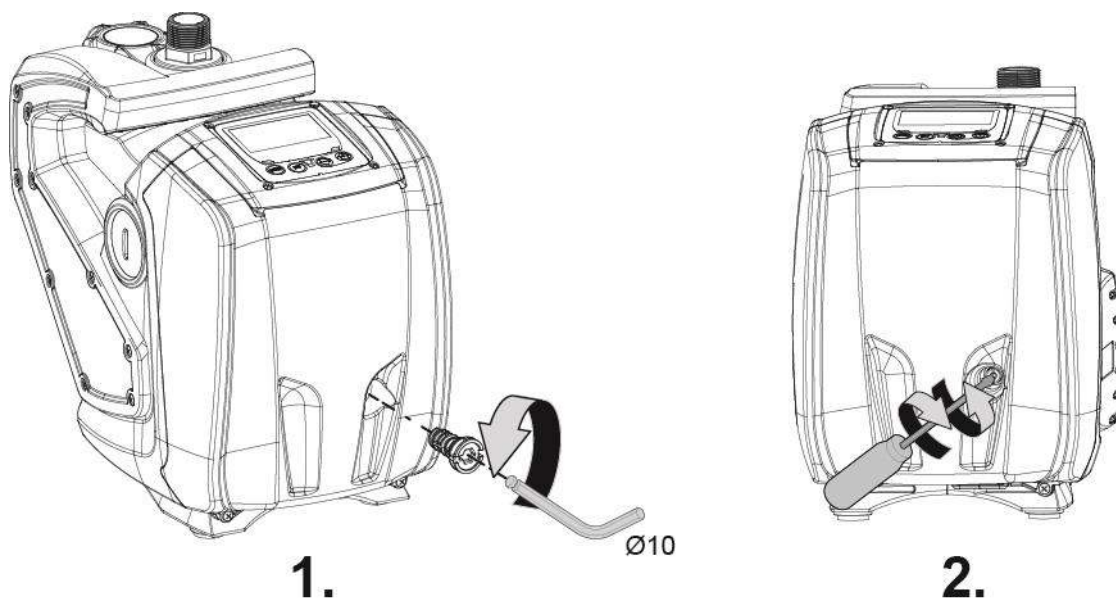

Fig. 9
1. Bruk en sekskantnøkkel på 10 mm og ta av tilgangspuggen til motorakselen (fig. 9).
2. Sett et skrujern inn i sporet på motorakselen og beveg i de to rotasjonsretningene (fig. 9).